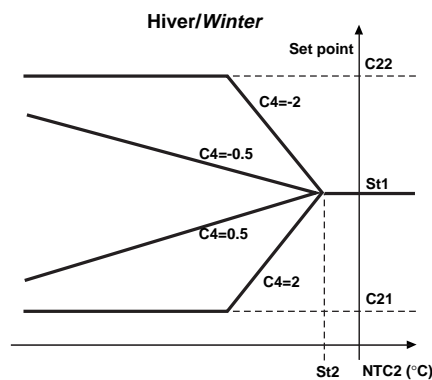

Fig.23
**Solution:** il est possible d'utiliser un régulateur Infrared avec la sonde principale NTC1 sur le circuit de l'eau, Mode 2 (chauffage), point de consigne St1=70 et différentiel P1=4. Il est en outre nécessaire d'utiliser une sonde NTC2 placée à l'extérieur, d'habilitier la compensation 'HIVER' (C19=3) avec St2=15 de façon à ce qu'elle intervienne seulement en cas de températures externes inférieures à 15°C. Pour le calcul de l'autorité, on considère que, face à une variation de NTC2 de -15°C (de +15 à 0°C), St1 doit varier de +15°C (de 70 à 85°C), il en résulte que C4= -1. Enfin, la limite maximale de St1 doit être fixée, en sélectionnant C22=85. Le graphique de la figure 23 indique comment varie St1 à la diminution de la température externe NTC2.
**Lösung:** Sie können einen Infrarotregler mit dem Hauptfühler NTC1 im Wasserkreislauf benutzen, Modus 2=Heizen, Sollwert St1=70 und Schaltdifferenz P1=4. Weiteren müssen Sie einen Fühler NTC2 nach draußen legen und den Ausgleich "WINTER" (C19=3) mit St2=15 so einstellen, daß sich dieser nur bei Außentemperaturen von unter 15°C aktiviert. Für die Koeffizientenberechnung beachten Sie, daß für die Veränderung von NTC2 um -15°C (von +15 bis 0°C) sich St1 um +15°C (von 70 auf 85°C) ändern muß, folglich C4= -1. Schließlich muß die maximale Grenze von St1 gesetzt werden. Wählen Sie C22=85. Bild 23 erläutert, wie sich St1 ändert, wenn sich die Außentemperatur NTC2 vermindert.